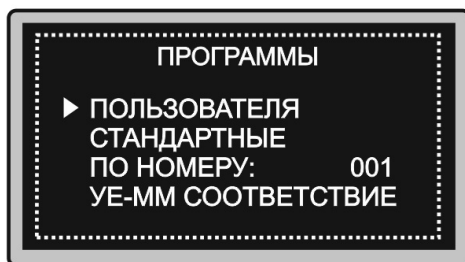
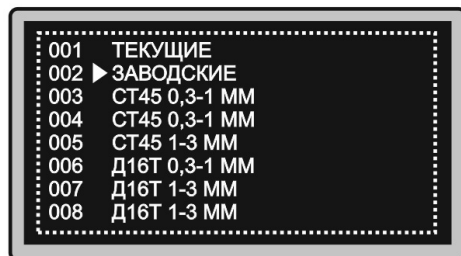

Рис. 6.6 Режим работы с программами
Рис. 6.7 Сохранение/загрузка программы
6.7.2.1 Для сохранения настроек дефектоскопа в режиме основного меню кнопками "↑", "↓" установить курсор на строку "ПРОГРАММЫ" и нажать кнопку "←", при этом дефектоскоп перейдет в режим выбора вида программ (рис. 6.6).
6.7.2.2 Кнопками "↑", "↓" установить курсор на строку «СТАНДАРТНЫЕ» и нажать кнопку "←". При этом на дисплее дефектоскопа появится список программ, содержащихся в данном разделе (рис. 6.7).
6.7.2.6 Для сохранения текущих настроек в другой ячейке кнопками "↑", "↓" установить курсор на пункт "КОП." и нажать кнопку "↵". После этого кнопками "↑", "↓" выбрать тип программы (рис. 6.6.) нажать кнопку "↵", выбрать ячейку, в которую будут сохранены настройки (рис. 6.7) и повторно нажать кнопку "↵".